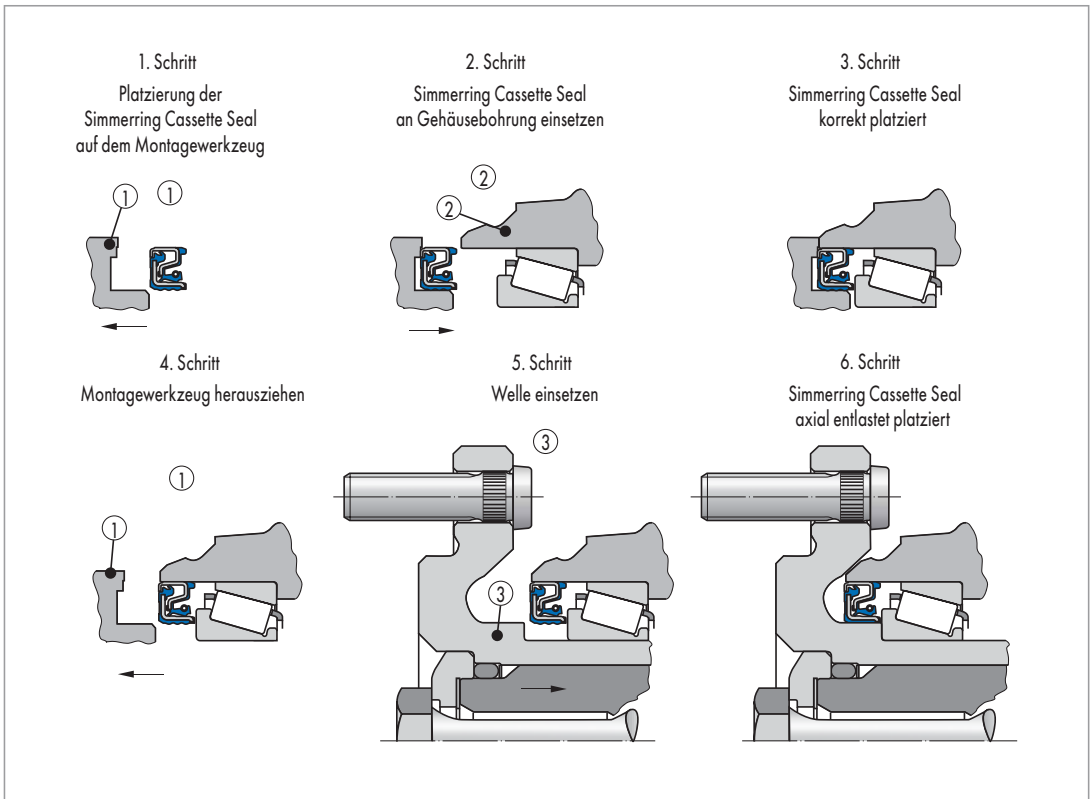

Abb. 53 Montage von Simmerring Cassette Seal – Fall A (mit „bearing stop“)
- zweiter Schritt: Montage der Welle (→ Abb. 53, 54)